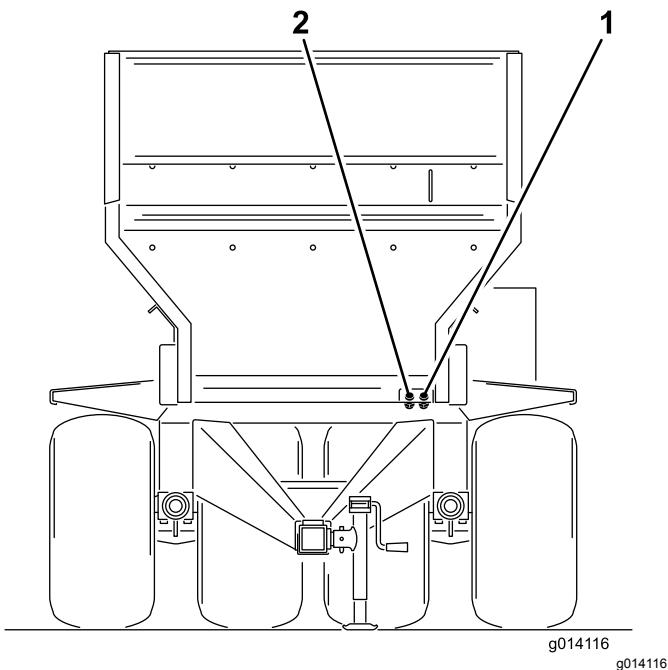

Figure 20
6. Raccordez les deux flexibles hydrauliques de la machine au véhicule tracteur. Placez vous devant la machine et raccordez le flexible droit au côté pression et le flexible gauche au côté retour (Figure 20). Le flexible de retour est muni d'un clapet antiretour unidirectionnel en ligne. La flèche sur le clapet antiretour doit être orientée vers raccord de retour du véhicule tracteur.